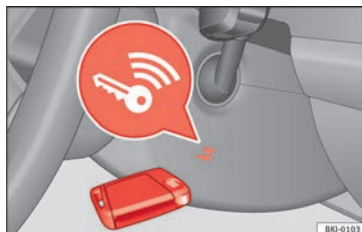

Fig. 172 À droite de la colonne de direction : démarrage d'urgence.
- Immédiatement après avoir appuyé sur la touche de démarrage, approchez la clé du revêtement droit de la colonne de direction » » **fig. 172**, le plus proche possible du logo Kessy.